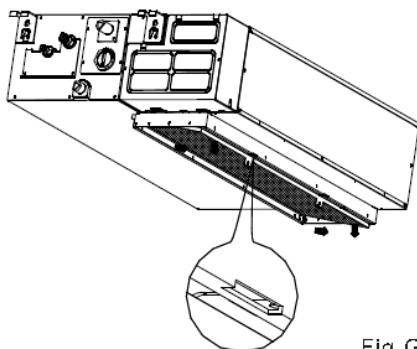

Fig. G2
2. Para unidades con ventilación descendente, empuje el filtro ligeramente hacia arriba para que el tope de posición se distancie de los orificios de la brida y extraiga el filtro según la dirección de la flecha de la fig. G2.